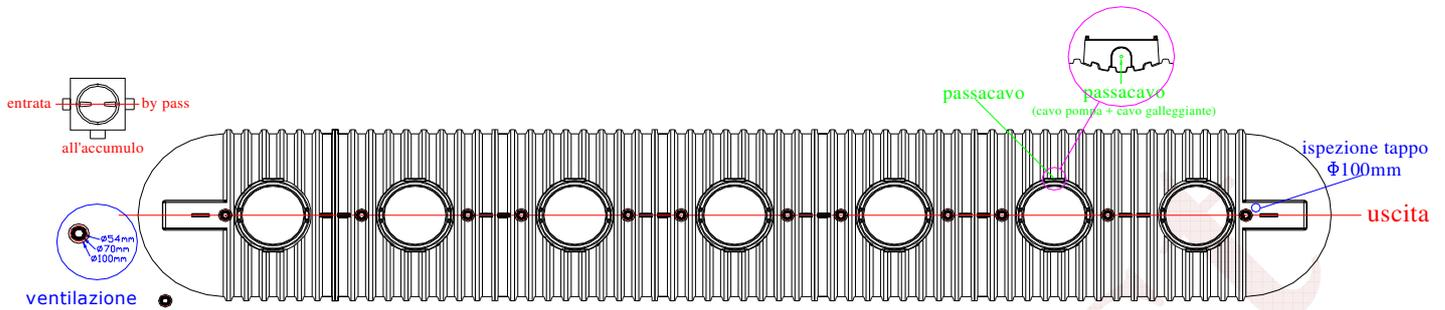
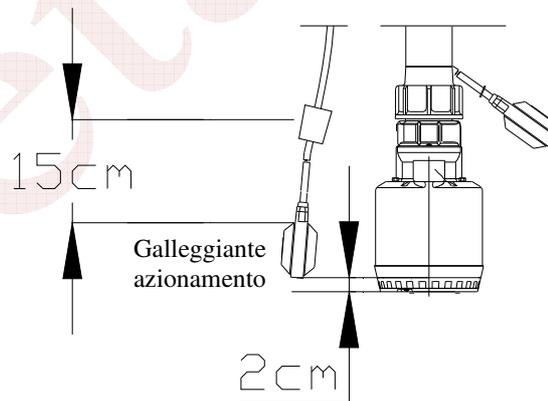

Fig.2 - Posizionamento collegamenti sfiati, cavo pompa e galleggiante
Fig.4- Posizionamento galleggiante
7.2. Collegamento sfiati (ventilazione) (Fig.2)
- Effettuare il collegamento elettrico al quadro 0124 "Quadro di comando per impianto prima pioggia" (passacavo Fig.2)
- Collegare il galleggiante di azionamento posto a fondo vasca (passacavo Fig.2) come da schema elettrico (Fig.3); posizionarlo verticalmente a 2 cm dal fondo; assicurarsi che il fermo sia posizionato a circa 15 cm dal bulbo (Fig.4)